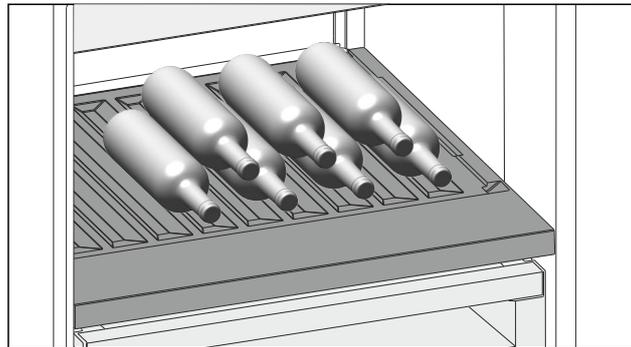

Fig. 145
- ▶ Inserire le bottiglie con il fondo rivolto verso la parte posteriore. (vedere Fig. 145)